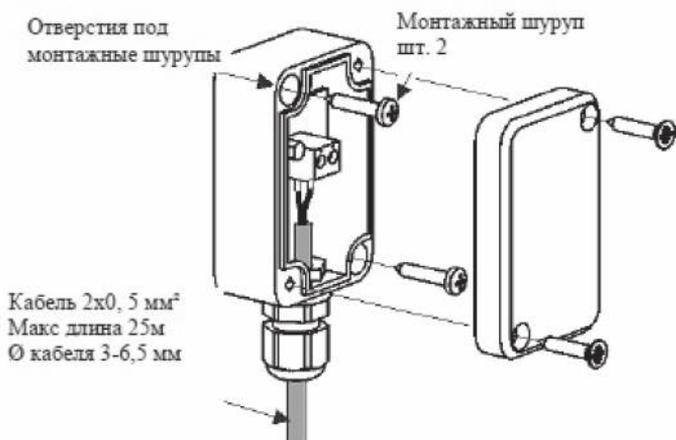

Рисунок 11 - Погодный датчик
13. При необходимости установите погодный датчик (Рис.11)(в комплект поставки не входят). Подробнее о подключении датчиков описано в руководстве на пульт управления.